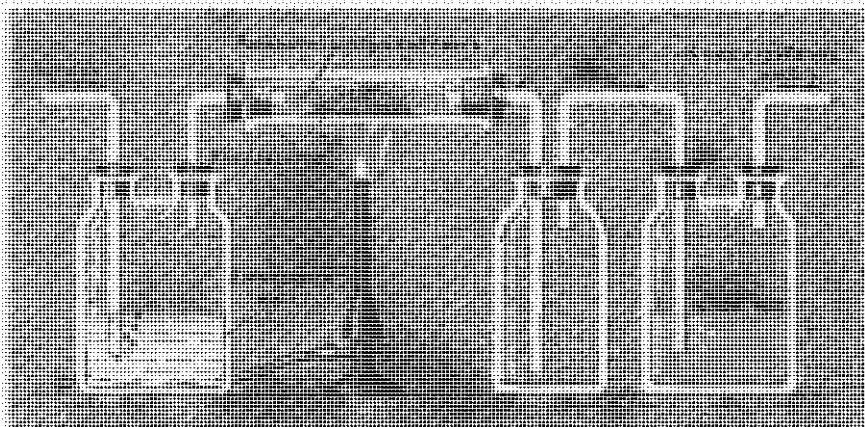

Рис. 95. Получение азотной кислоты окислением аммиака кислородом воздуха.
В промышленности азотную кислоту получают окислением аммиака кислородом воздуха в присутствии катализатора. Для ознакомления с этим методом можно воспользоваться прибором (рис. 95). При просасывании струи воздуха, к которому добавлен кислород, через 10—12-процентный аммиачный раствор образуется смесь аммиака с воздухом. В трубке под влиянием катализатора (смесь порошкообразного оксида хрома (III) или оксида марганца (IV) с асбестом) происходит окисление аммиака, и образовавшийся оксид азота (IV) поглощается в колбе водой, в которую добавлен индикатор.